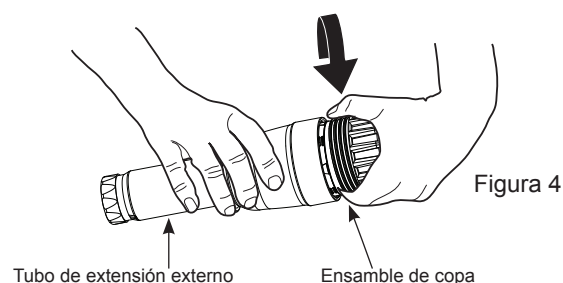

Figura 4
4. Desenrosque el tubo de extensión exterior del ensamble de la copa (ver Figura 4).